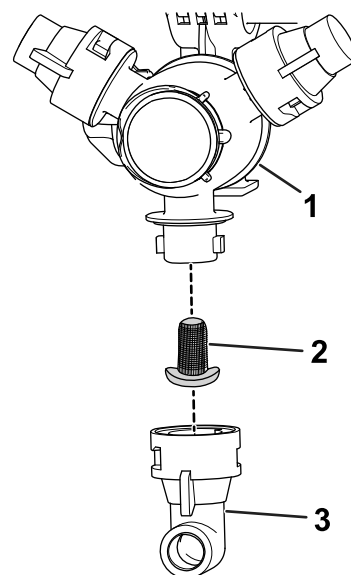

Figura 45
2. Retire la boquilla de la torreta de fumigación (Figura 45).
3. Retire el filtro de la boquilla (Figura 45).
5. Instale el filtro de la boquilla (Figura 45).
6. Instale la boquilla en la torreta de fumigación (Figura 45).